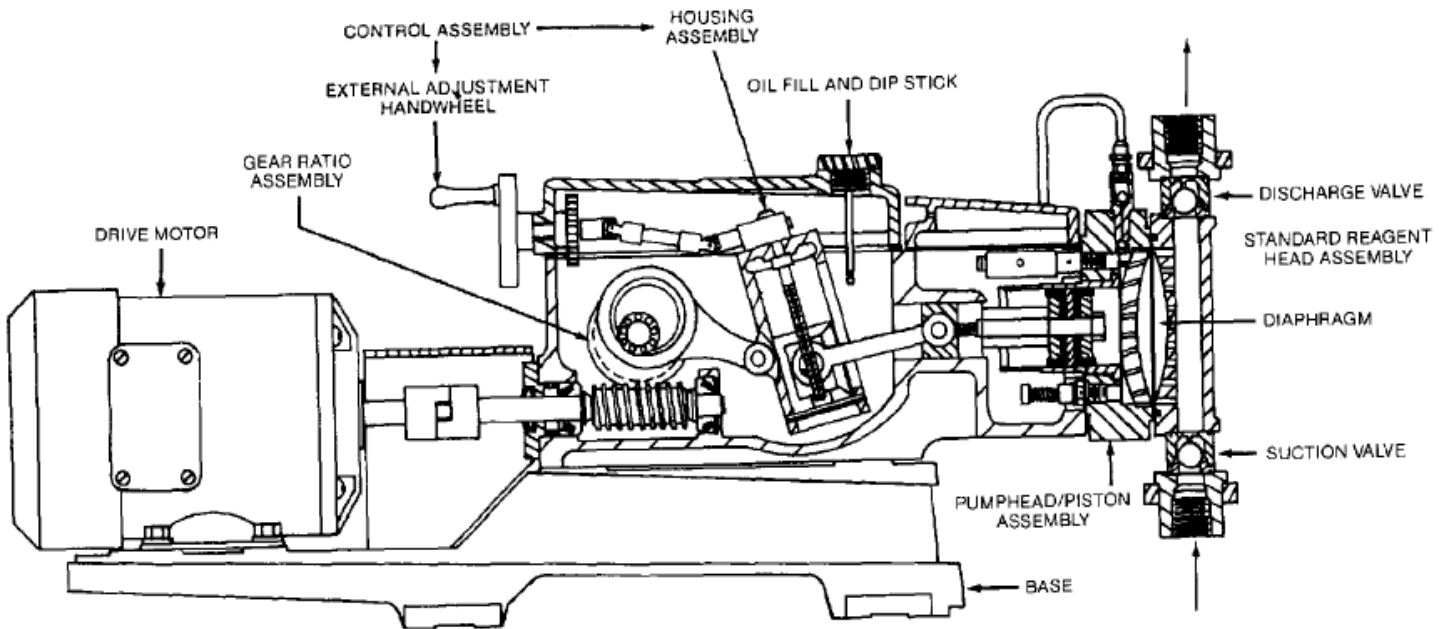

Fig. 2
2.2 COMPONENT OPERATION - Figure 2